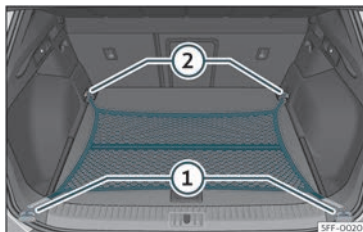

Fig. 112 Na bagageira: saco de rede fixado rente ao piso.
- Fixe os ganchos da rede nas argolas de fixação ① e ②»» **Fig. 112** »» ⚠. O fecho de correr do saco deve ficar voltado para cima.